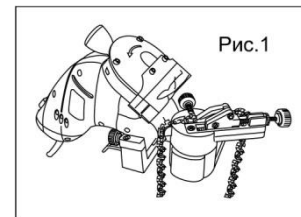

Рис.1
1. Отпустите регулировочное колесико (9).
2. Цепь уложите на направляющие правильным образом: так, чтобы режущая часть цепи была направлена в сторону абразивного диска (5). Рис. 1.